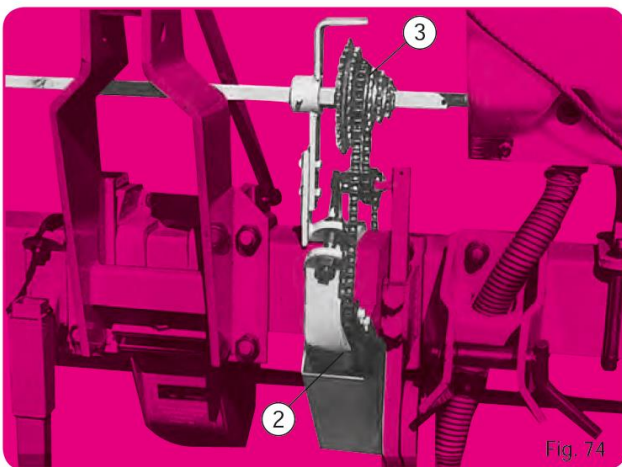

Fig. 74
**Napęd montuje się normalnie w centrum maszyny najbliżej przekładni łańcuchowej (fig. 74).**